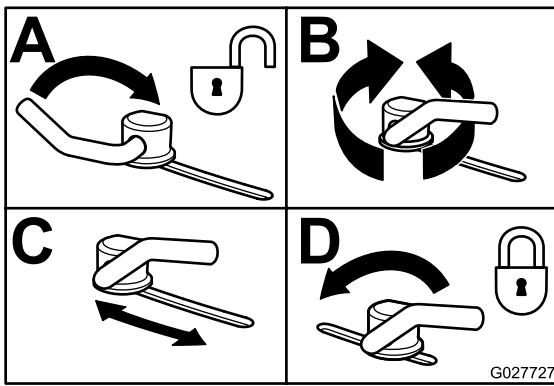

Figure 35
- Pour régler les verrous à came, soulevez le levier pour desserrer le verrou (Figure 35).
- Repoussez le levier à sa position d'origine pour serrer le déflecteur et les verrous (Figure 35).